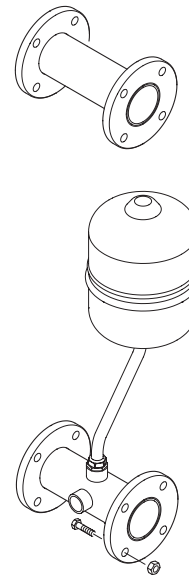

Рис. 6
**1.10 ОПИСАНИЕ НАБОРА СОЕДИНИТЕЛЬНЫХ МУФТ КОМПЕНСАТОРА код 8101534 (заказывается отдельно) (рис. 6)**